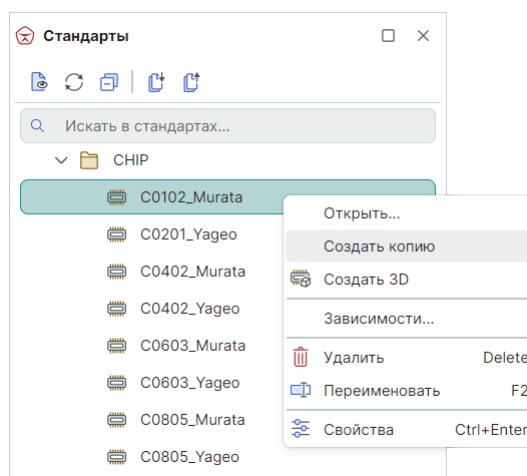

Рис. 112 Создание копии корпуса
2. Вызовите контекстное меню и выберите пункт «Создать копию», см. Рис. 112.